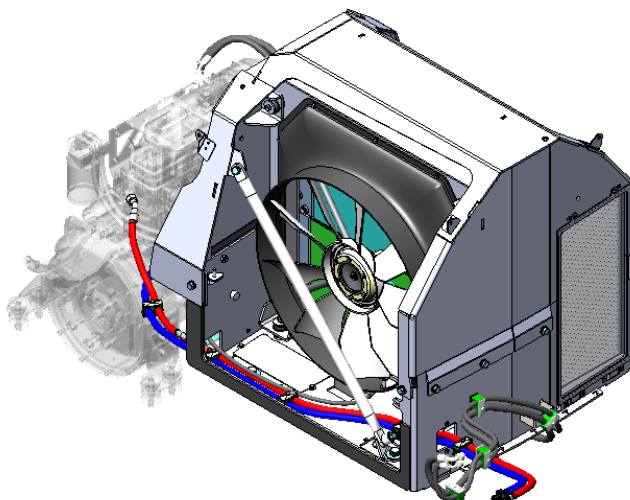

Рисунок 5.36. Крыльчатка вентилятора – осмотр на предмет повреждений
- ▶ Осмотреть крыльчатку вентилятора на наличие повреждений (см. рис. 5.36).